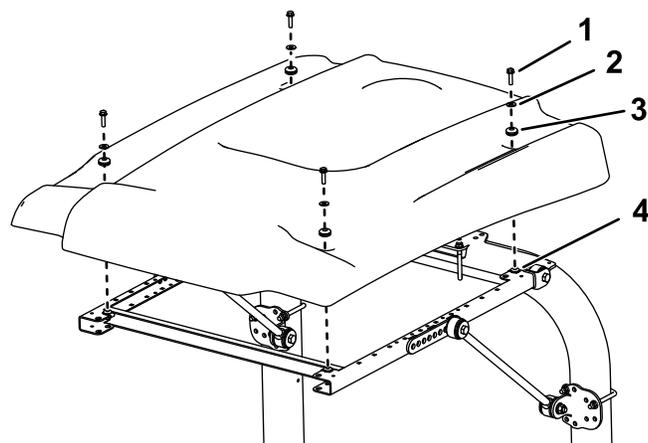

Figura 46
9. Durante l'allineamento dei fori di montaggio, posizionate il parasole sul telaio come mostrato in Figura 46.
10. Montate, senza serrarlo, ciascun angolo del parasole sul telaio con un bullone a testa flangiata ($\frac{5}{16}$ " x $1\frac{1}{4}$ ") con una rondella piccola e un gommino (Figura 46).